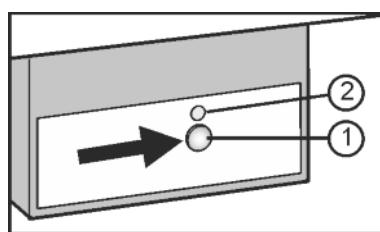

Fig. 9
- Stiskněte tlačítko On/Off Fig. 9 (1), až se rozsvítí LED Fig. 9 (2).